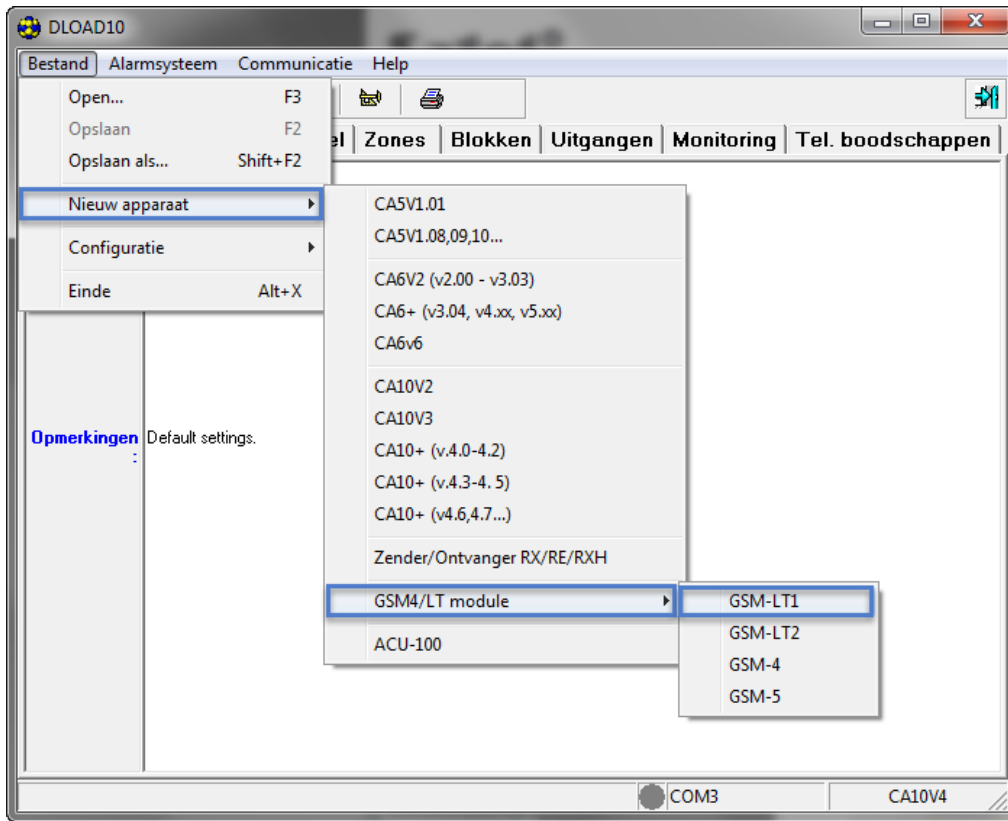

Fig. 6. Selecteren van de GSM module na het starten van het DLOAD10 programma.
2. In het DLOAD10 programma kiest u bij "Bestand" eerst "Nieuw apparaat", "GSM module" en daarna kiest u de GSM-LT1 module (zie: Fig. 6).